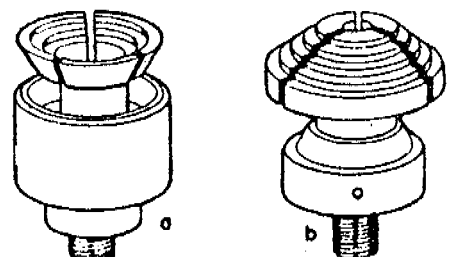

Figura 4
**Pinzas para anillos ( Figura 4 )**